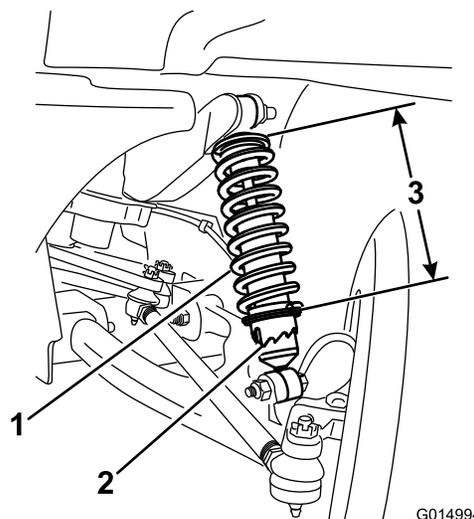

Figura 33
3. Utilizando a ferramenta TORO6010, rode o anel no amortecedor para alterar o comprimento da mola (Figura 33).